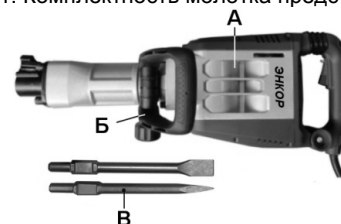

Рис. 1.
3.1. Комплектность молотка представлена в таблице 3 и на Рис. 1. Таблица 3